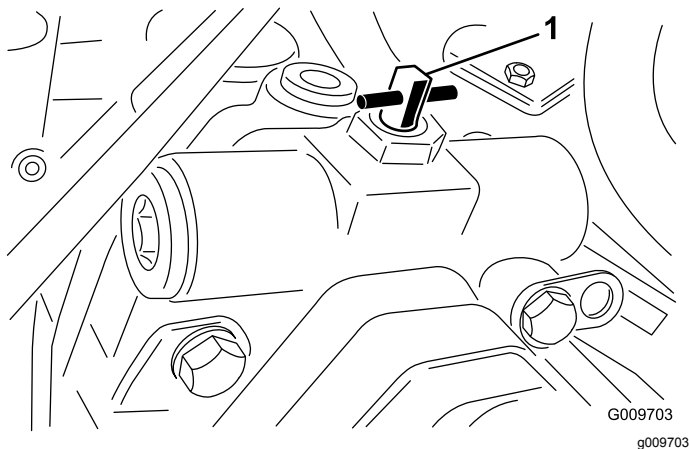

Figura 18
2. Girate la valvola di 90° (1/4 di giro) in qualsiasi direzione per aprirla e consentire all'olio di bypassare internamente (Figura 18). Dal momento che il fluido viene bypassato, potete spostare il trattore senza danneggiare la trasmissione. Notate la posizione della valvola durante l'apertura o la chiusura.